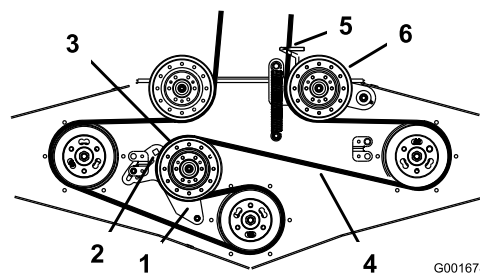

Figura 49
4. Allentate il braccio di rinvio fisso e regolatelo per allentare la tensione della cinghia sulla puleggia tendicinghia fissa (Figura 49).
6. Montate la nuova cinghia attraverso il guidacinghia e sulla puleggia (Figura 49).